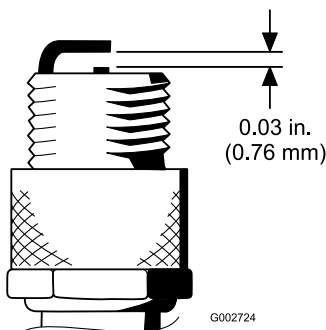

Figura 28
4. Ajuste a folga existente entre o elétrodo central e os elétrodos laterais para 0,76 mm; consulte Figura 28. Monte a vela com a folga correta com o vedante e aperte-a com uma força de 23 N·m. Se não utilizar uma chave de aperto, aperte bem a vela.